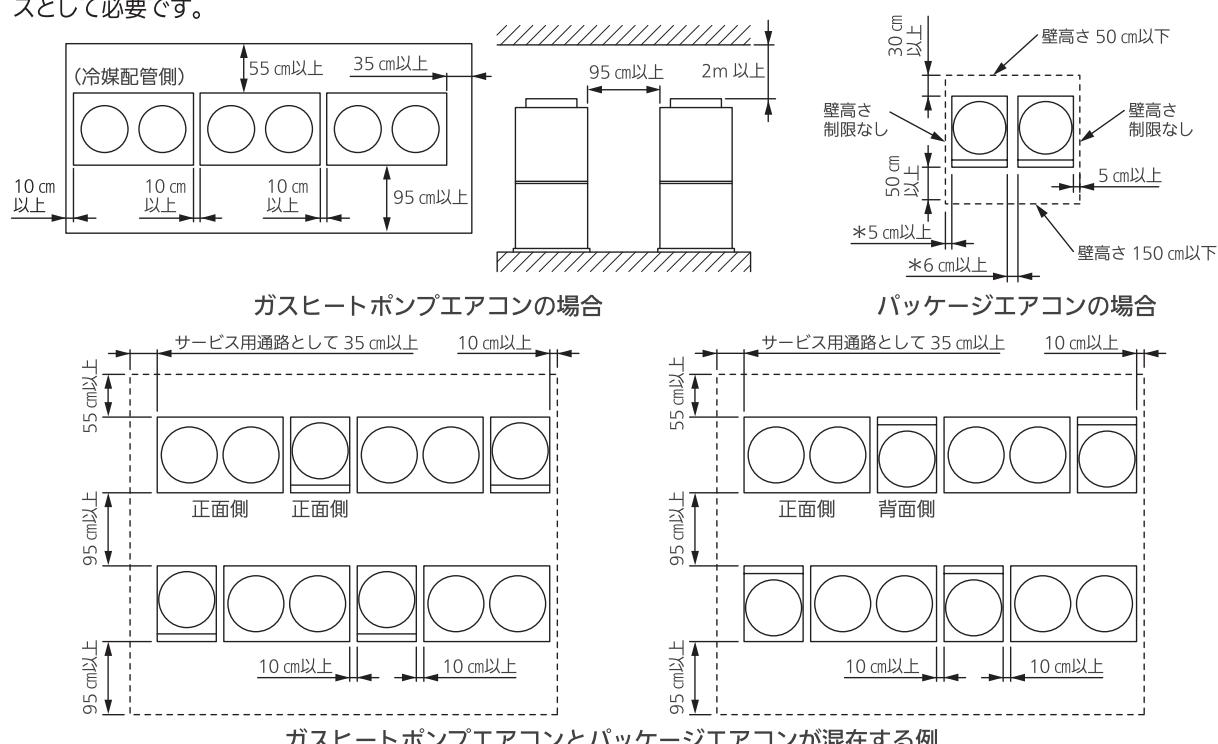
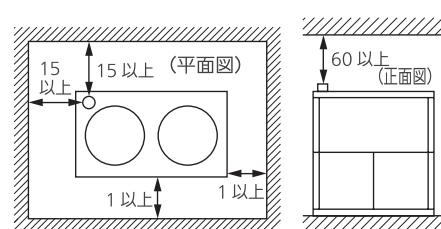

図1：メンテナンススペース
図2：ガスヒートポンプエアコンの可燃物からの離隔距離 (cm)
- 室外ユニットの設置にはメンテナンス用にスペースが必要となります。図1を確認し、必ず確保してください。
- ガスヒートポンプエアコン室外ユニットと可燃物の距離は図2に定められた離隔距離をとってください。
メンテナンススペース・可燃物からの離隔距離は、図1、図2に従ってください。